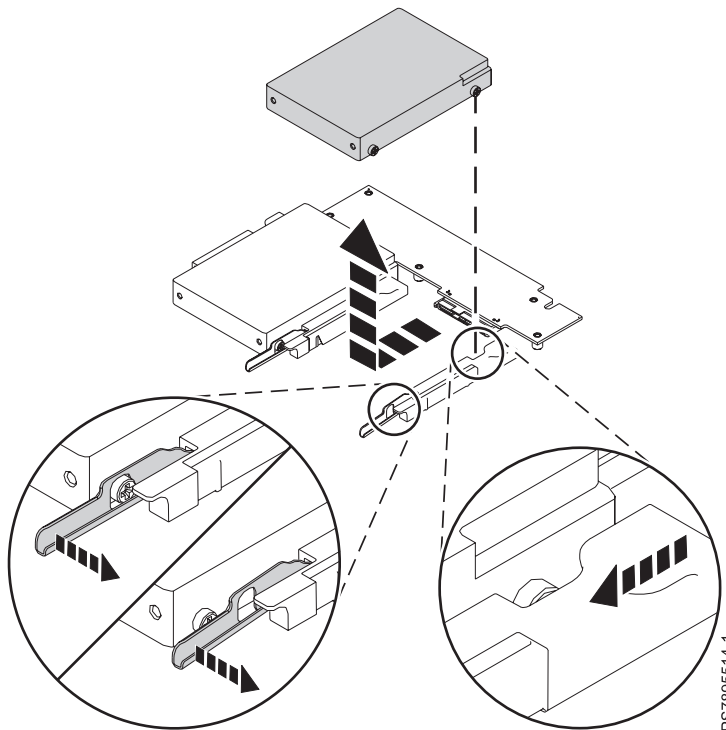

Figure 8. Retrait d'une unité de disque dur
- a. Soulevez le levier de dégagement bleu situé à l'avant du tiroir de l'unité (voir figure 8, à la page 37).